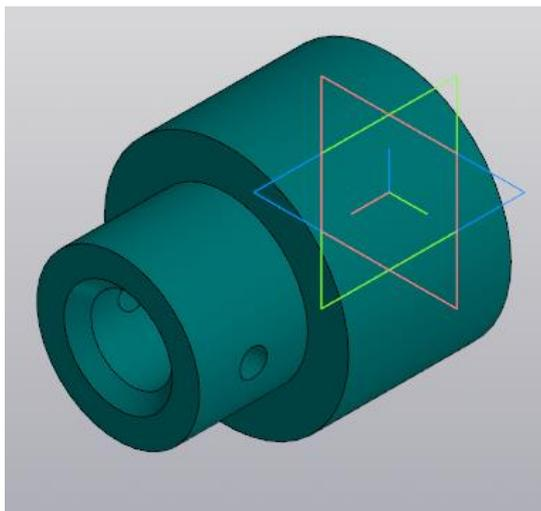

Рисунок 115.
22. В результате получается рисунок 115. Создать папку СБОРКА и сохраните деталь под именем «Корпус».